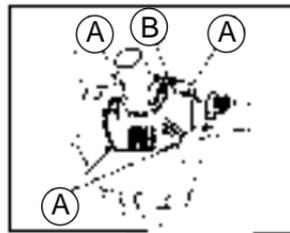

Abb. 1
WG 2000, 3000, 5000 & 7000: Benutzen Sie einen Kreuzkopfschraubenzieher zum Lösen der vier Schrauben (A), die am Motordeckel befestigt sind (B). (Abb. 1)